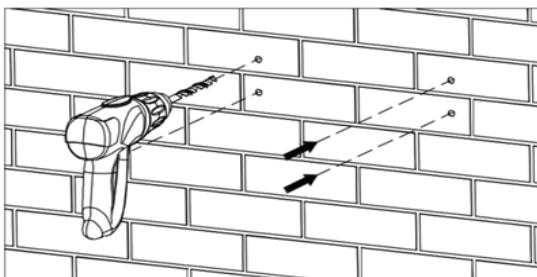

Figure 11: Perçage
- (2) Percez 4 trous d'installation sur le mur avec une perceuse électrique. Comme le montre la figure 11